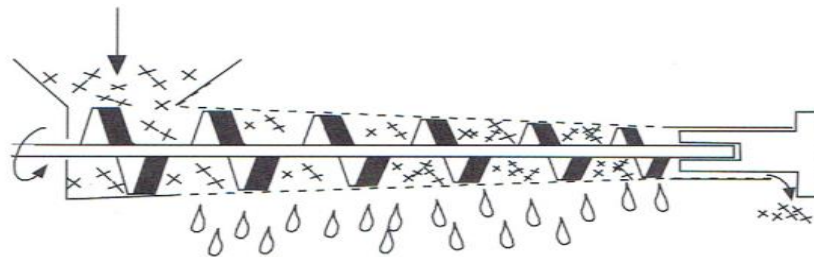

Figure 4 : Presse à vis
-Les presses à vis (figure 4) sont des appareils qui conviennent à de très nombreuses situations : graines oléagineuses, pulpes de sucrerie, luzerne, drêches de malt ou de maïs, marcs de café, peaux de citrons, déchets de viande, fruits, etc. La pression croît de l'entrée vers la sortie et peut, selon le produit, atteindre des valeurs élevées. La rotation de la vis et ces hautes pressions entraînent des frottements importants qui peuvent générer de forts échauffements du produit. On doit limiter, autant que possible, les frottements enfin de ne pas nuire à la valeur alimentaire du solide (cas du tourteau d'oléagineux).